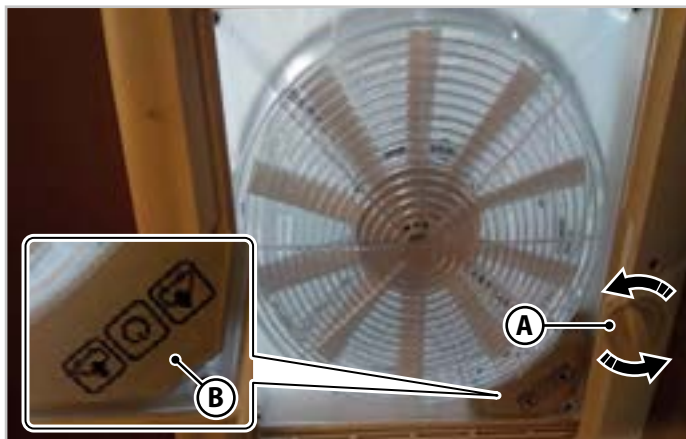

Fig.6.5 - Takluke med hånddratt som kan åpnes
Ved å dreie åpningshåndhjulet (**A** - Fig.6.5) i begge rotasjonsretninger, heves takvinduet (for åpning) eller senkes (for lukking). Takvinduets åpning kan justeres til en hvilken som helst mellomposisjon.
For å bruke ventilasjons- og sugefunksjonen åpner du takluken med håndhjulet (**A** - Fig.6.5) og velger ventilasjonsfunksjonen med luftinntak (IN) eller sug (OUT) ved hjelp av tastaturet (**B** - Fig.6.5).